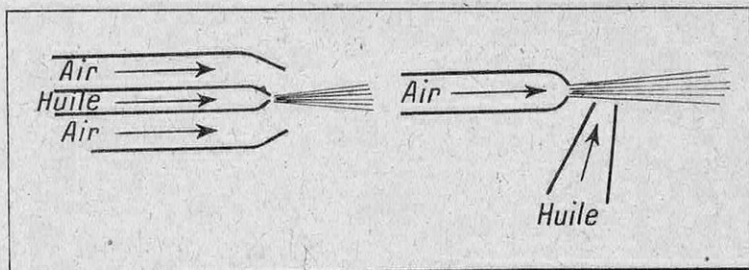

FIG. 4. — SCHÉMA DE PRINCIPE DE BRÛLEURS A PULVÉRISATION PAR L'AIR
FIG. 4, 5, 6, 7. — TENSIogrammes DE SANG HÉMOLYSÉ EN SOLUTION PLUS CONCENTRÉE SOUS L'ACTION DE TENSIONS SUPPLÉMENTAIRES EXERCÉES PAR DES TIGES DE VERRE EN NOMBRE CROISSANT
Avec des concentrations plus élevées, avec étalement sur des surfaces de mercure plus grandes, on observe de nouvelles et curieuses figures de tensions (fig. 4, 5, 6, 7).
Ce problème capital du prix de revient, surtout pour les grosses installations, a été pleinement résolu par les brûleurs à pulvérisation qui projettent au sein de la flamme du foyer l'huile préalablement réduite en très fines gouttelettes afin d'augmenter la surface de contact avec la flamme (fig. 4, 5, 6 et 7).
Plusieurs solutions ont été apportées au problème de la pulvérisation : dans une première catégorie d'appareils, on fait appel à un fluide auxiliaire (air ou vapeur), à basse, moyenne ou haute pression, pour obtenir la pulvérisation (1). Ces brûleurs comportent en principe deux ajutages, l'un conduisant le combustible, l'autre le jet d'air qui s'échappe avec une vitesse d'autant plus grande que la pression est plus élevée et entraîne les particules d'huile au fur et à mesure de leur passage à l'orifice de sortie (fig. 4) (2). Appareils robustes et d'un fonctionnement très souple facilitant les réglages, ces brûleurs sont par contre parfois bruyants et absorbent une force motrice assez élevée. Le débit unitaire des appareils de chauffage central dépasse rarement 150 kg/h de combustible.